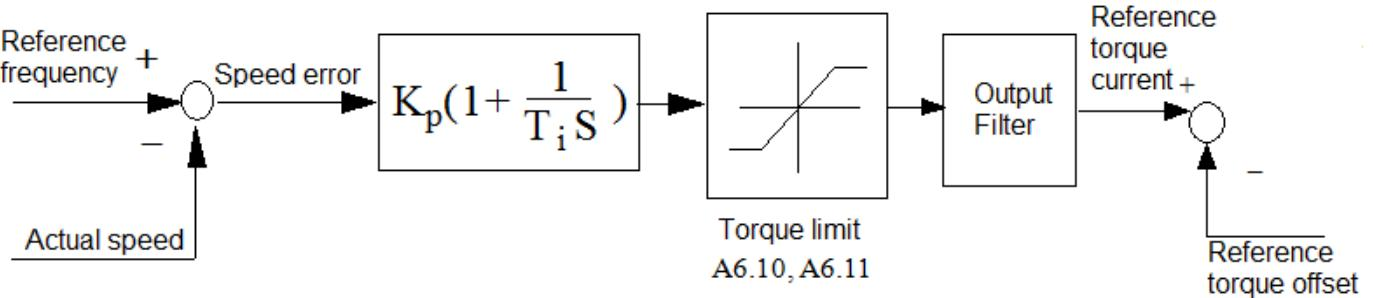

Рис. 6-13 Регулятор скорости
- Схематично регулятор скорости (ASR) изображен на рис. 6-13. На рисунке Kp - пропорционально усилию P. TI - интеграл времени I. Когда время интегрирования установлено на 0 (A5.02 = 0 , A5.05 =